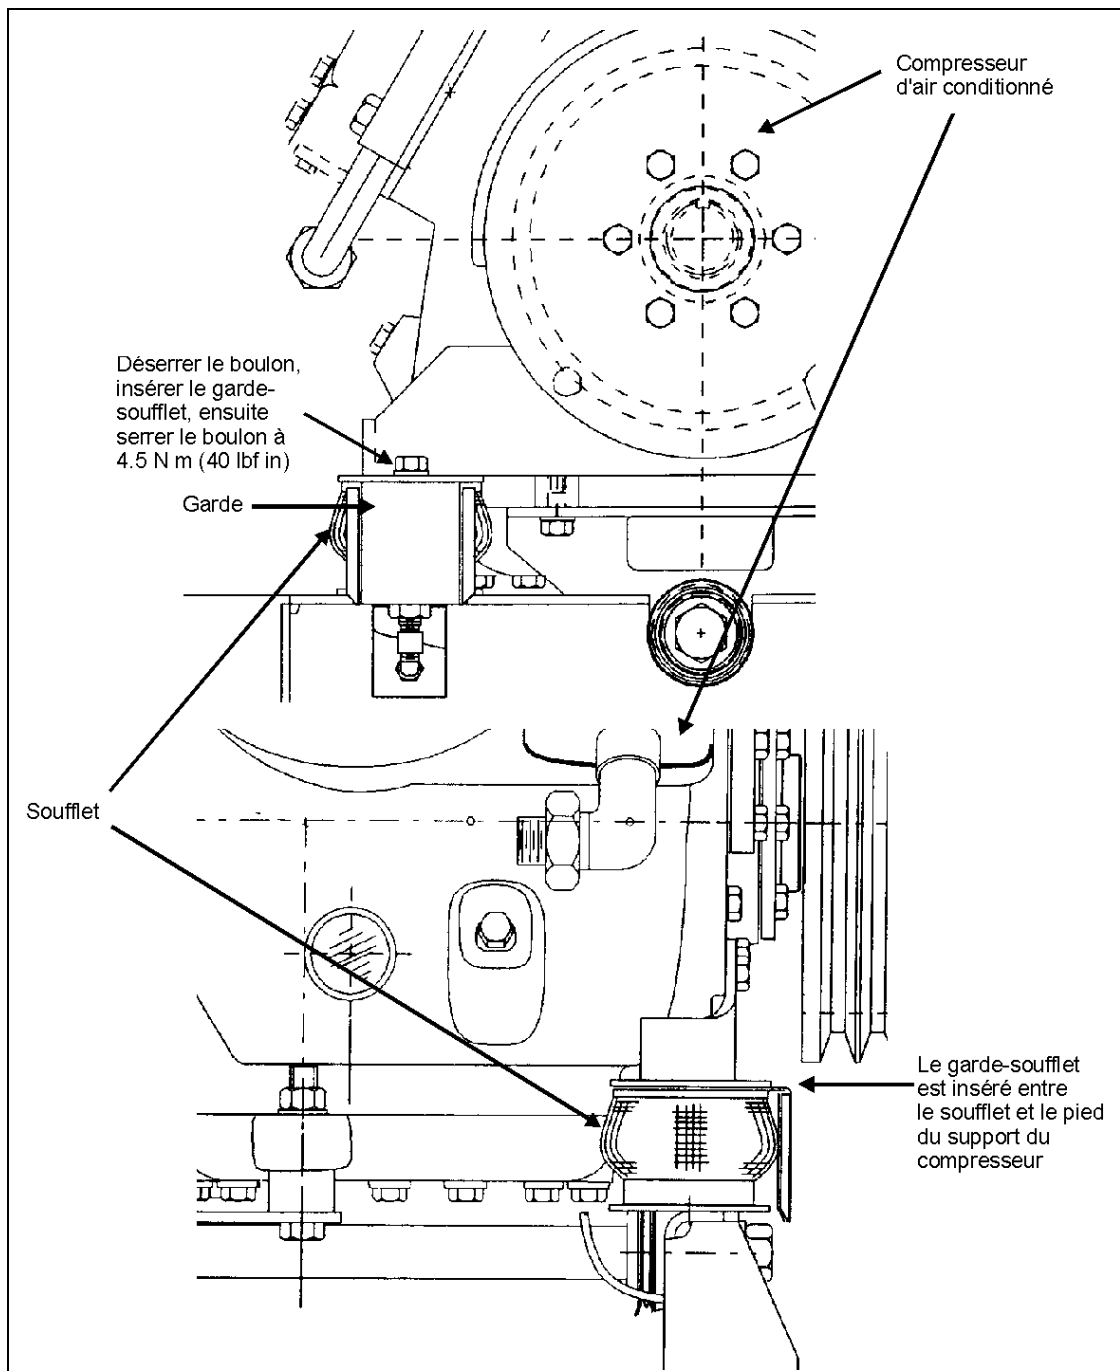

FIGURE 1: INSTALLATION DU GARDE-SOUFFLET
- Desserrer le boulon supérieur suffisamment pour insérer le garde-soufflet tel que décrit à la figure 1. Assurez-vous qu'il est inséré complètement.